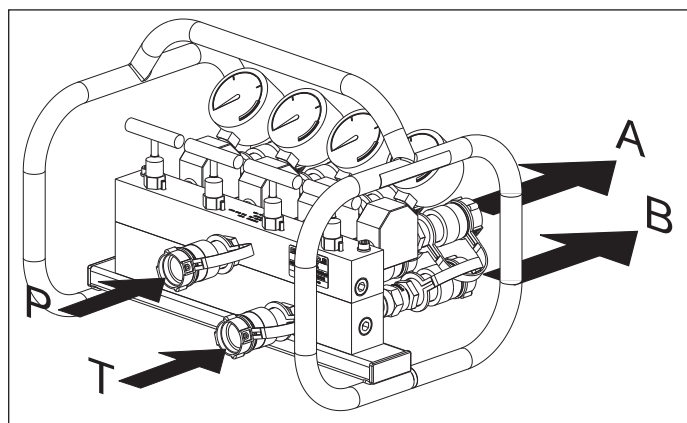

Abbildung 3, Anschlussschema für den Verteiler AMGC42
1. Schließen Sie die Druckleitung der Hydraulikpumpe an Eingang P an. Siehe Abbildung 3.